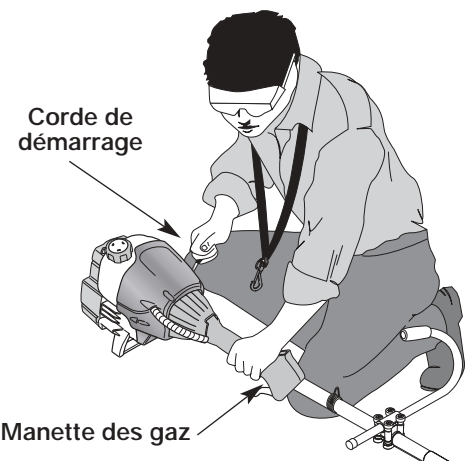

Figure 18
AVERTISSEMENT : évitez tout démarrage accidentel. Tenez-vous en position de démarrage lorsque vous tirez la corde de démarrage (Fig. 18). L'opérateur et l'appareil doivent tous deux être en position stable pour éviter des blessures graves.
5. L'appareil étant prêt à démarrer (Fig. 18), **N'APPUYEZ PAS SUR LA MANETTE DES GAZ** et tirez brusquement sur la corde de démarrage 5 fois de suite, le levier EZ-Start^{MC} étant tourné vers la gauche.
1. Relâchez la manette des gaz (Fig. 18). Laissez le moteur refroidir au ralenti.